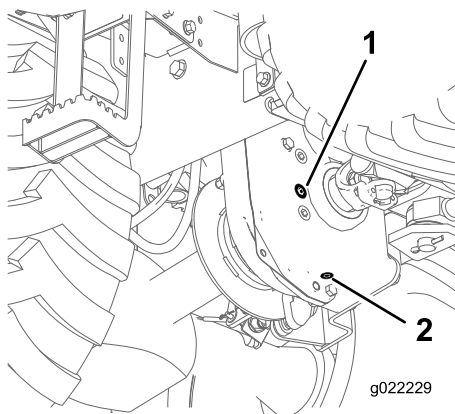

Figura 34
2. Limpie la zona alrededor del tapón de llenado con un disolvente (Figura 34).